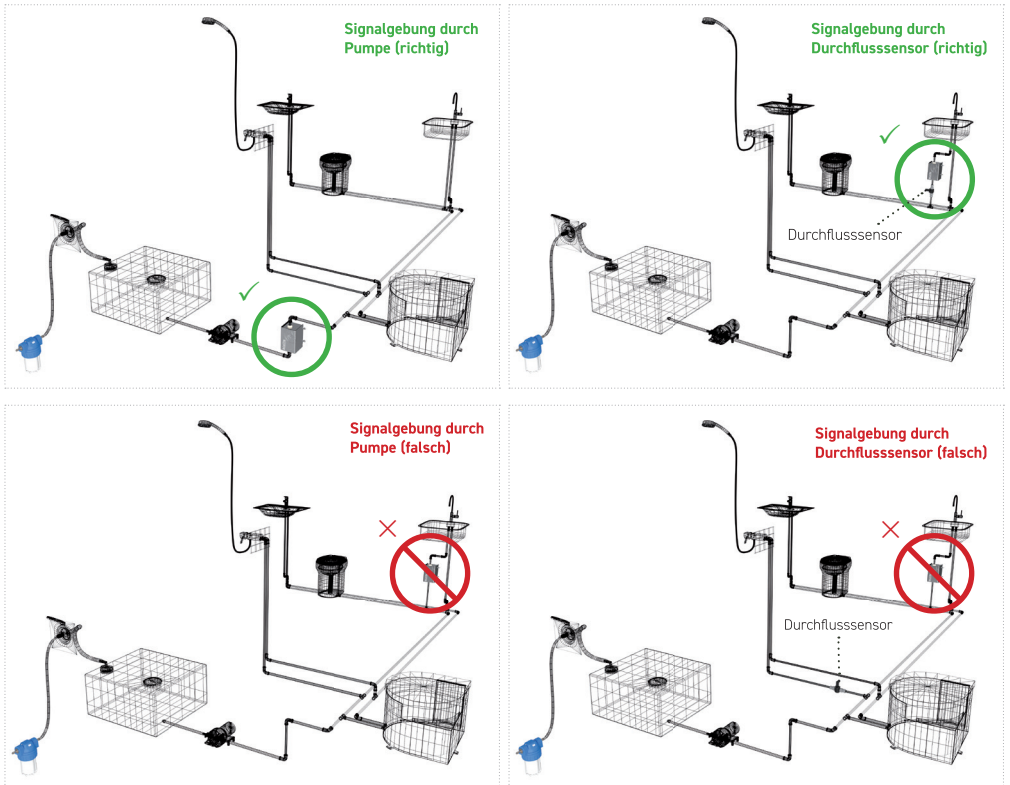

Abbildung 5: Installationsorte
- **Erfolgt die Signalgebung über ein Pumpen Signal, darf die biolite® ausschließlich vor dem ersten Leitungsabzweig montiert werden. Ebenso ist darauf zu achten, dass sich, beim Einsatz eines Durchflusssensors zur Signal Bereitstellung, die biolite® und der Durchflusssensor im selben Abzweig (z.B. vor einer Armatur) befinden.** (Abbildung 5).